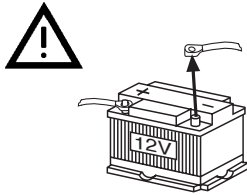

Fig. 1
Collegare il portafusibile (fusibile 10 A) per la protezione del cavo positivo (Permanent (1) (vedere Fig. 1)) al polo positivo, mantenendolo ad una distanza massima di 30 cm dalla batteria del veicolo (se necessario praticare un foro nel cruscotto ed utilizzare il relativo passacavo).
Collegare il cavo positivo di alimentazione (2) (vedere Fig. 1) all'uscita (Ignition ) dell'apparecchiatura base (ad es. autoradio o sistema di navigazione). Per il collegamento al morsetto 15 del veicolo è necessario interporre, ad una distanza massima di 20 cm dal punto di connessione, un portafusibile (fusibile 1A) per la protezione del cavo positivo di alimentazione (2).
Collegare il cavo negativo (Massa/GND) (3) (vedere Fig. 1) direttamente alla carrozzeria. Strofinare la superficie di contatto del punto di massa (deve diventare lucida) e ingrassare con grafite (importante per un buon collegamento a massa).